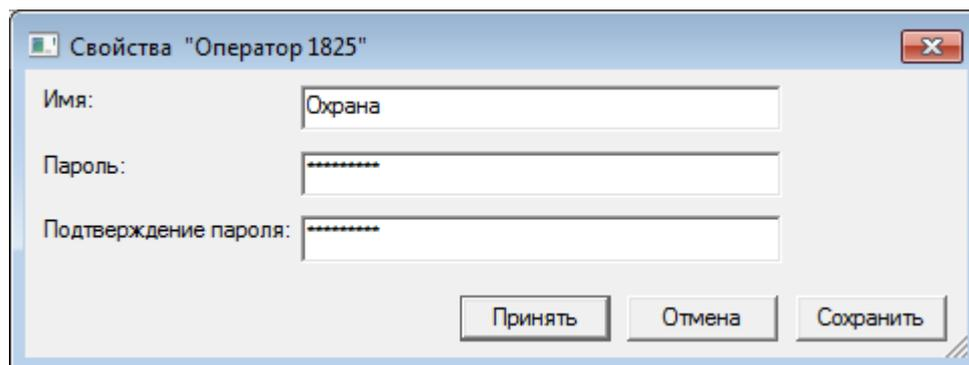

Рисунок 22 — Создание оператора и задание пароля
2. Откройте контекстное меню выбранной группы (нажмите правую кнопку мыши) и выберите в нем пункт **Удалить** (рисунок 22).